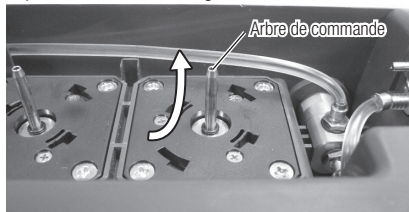

Fig.40
- Essuyez les saletés et l'eau de l'arbre de commande, de bas en haut. (Fig.40)